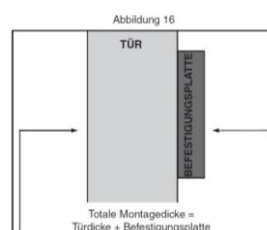

Abbildung 16
2. Kürzen Sie die Spindel auf eine Länge von 'Totale Montagedicke' + 0.820" (20.8mm). (Abbildung 16)